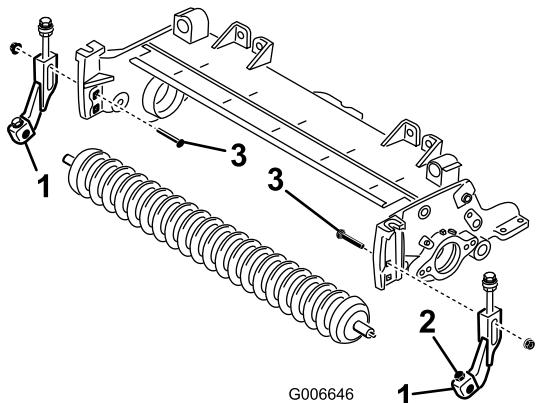

Figura 6
- Montate le nuove staffe dell'altezza di taglio a destra e sinistra del rullo anteriore esistente, senza serrare troppo, utilizzando nuove viti a testa cilindrica da 5/16 x 1-1/8 poll. e dadi di bloccaggio a testa flangiata da 5/16 poll. Collocate le staffe dell'altezza di taglio come illustrato nella figura Figura 6.
serrare troppo, utilizzando i bulloni a testa tonda tolti in precedenza e due dadi flangiati da 3/8 poll., come illustrato nella figura Figura 6.
11. Centrate il rullo tra le staffe dell'altezza di taglio e bloccatelo sulle staffe con le viti a testa cilindrica e i dadi di bloccaggio (Figura 6).